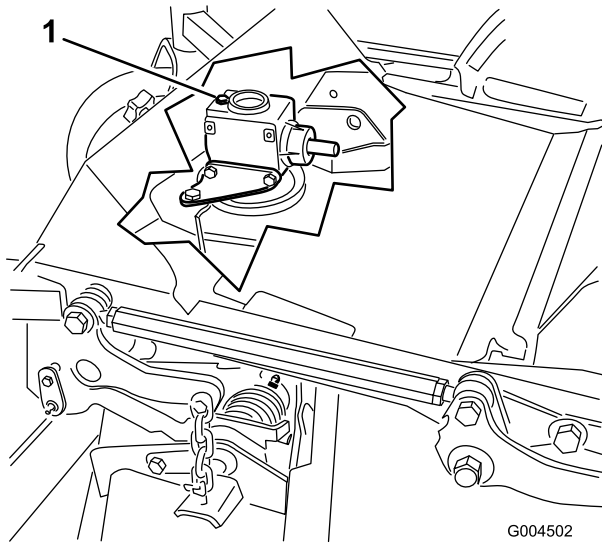

Figure 44
6. Retirez la jauge/le bouchon de remplissage du haut du réducteur (Figure 44) et vérifiez que le niveau de lubrifiant se situe entre les repères de la jauge.